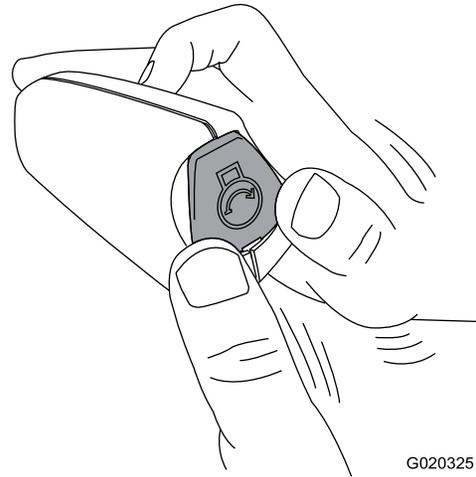

Рисунок 6
**Примечание:** Нажмите с достаточным усилием на нижнюю часть кнопки (Рисунок 6), пока она не зафиксируется на месте со щелчком.